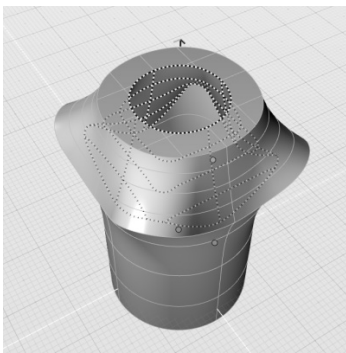

图 4-114 自定义侧壁厚度
6) 也可以激活其他任意控制杆，在控制面板中输入自定义厚度值，也可达到单独控制某一抽壳面厚度的效果。例如，将侧壁上的控制杆激活，将“自定义厚度”参数值修改为“4cm”，获得图 4-114 所示的结果。